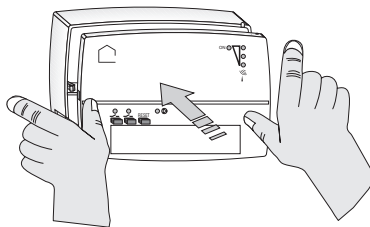
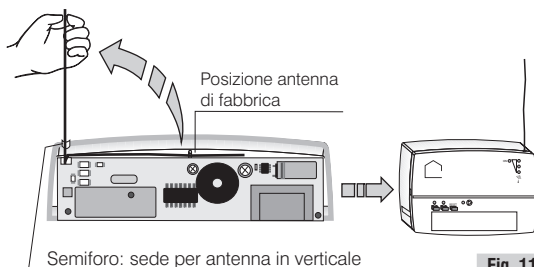

Fig. 10
Fig. 11
- Spingere con entrambe le mani il frontale sulla base, come indicato in fig. 10, sino allo scatto di bloccaggio degli appositi denti della base.
- Far passare il filo nel piccolo semiforo appositamente predisposto (fig. 11)
- Richiudere con attenzione il ricevitore (fig. 10 - fig. 11).